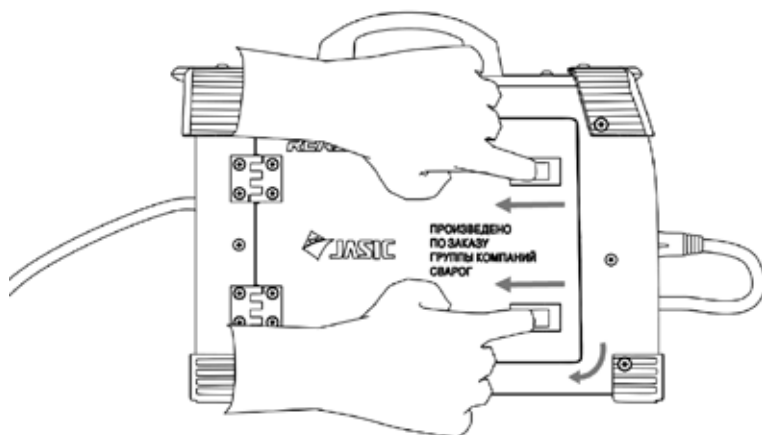

Рис. 7.2. Открытие дверцы сварочного аппарата.
5. Одновременно двумя руками потяните защелки дверцы на себя, откройте дверцу сварочного аппарата (см. рис. 7.2).